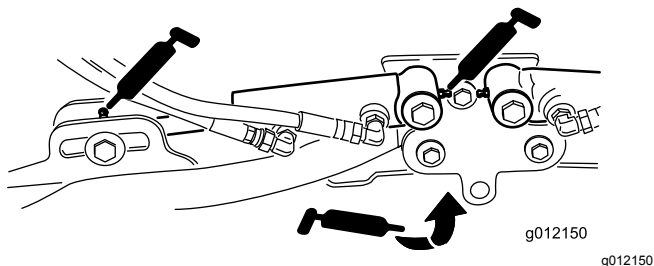

Figura 77
- Cilindri del braccio di sollevamento dell'apparato di taglio (2 cad.) (Figura 77)
- Perni del braccio di sollevamento (1 cad.) (Figura 77)